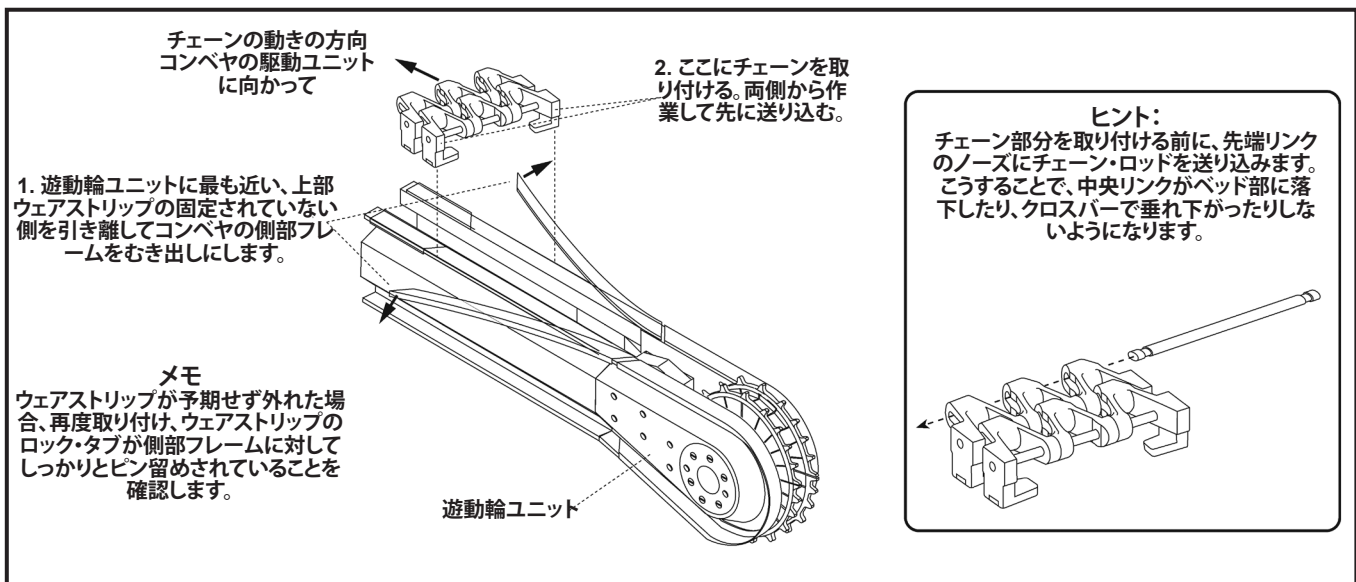

図28:チェーンの取付
- ・チェーンを取り付ける際、コンベヤの「遊動輪」側から始めます(図28)。